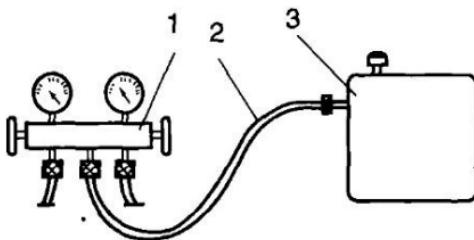

Рис. 110. Присоединение манометрового коллектора к вакуумному насосу:
7.1.3. Присоединяют центральный шланг манометрового коллектора к вакуумному насосу (рис. 110).